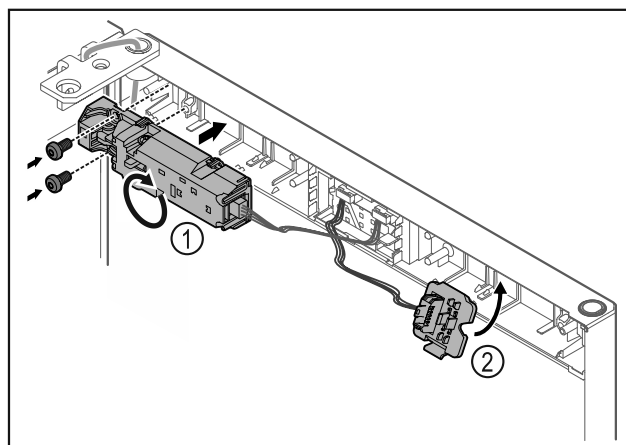

Fig. 24
- ▶ Otočte dálkový zámek Fig. 24 (1) o 180° a upevněte jej na protější straně.
- ▶ Zaklapněte držák zástrčky Fig. 24 (2) na protější straně.